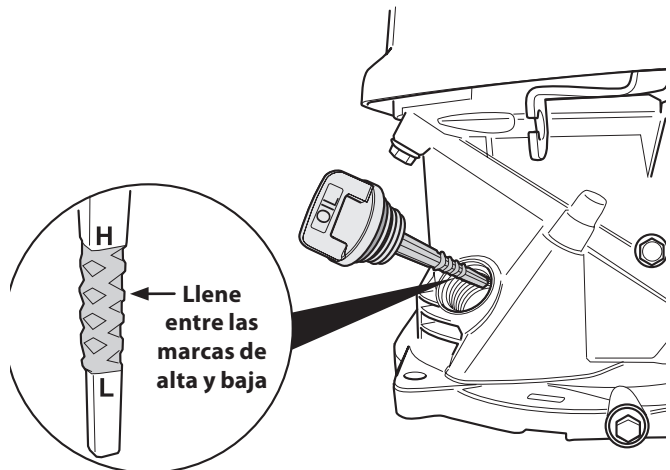

Figura 3-2
1. Retire el tapón de llenado de aceite/la varilla de medición y limpie la varilla de medición de aceite. Vea la Figura 3-2.
3. Retire la varilla. Si el nivel es bajo, agregue lentamente aceite hasta que el nivel registrado esté en un punto intermedio entre alto y bajo. Vea el recuadro de la Figura 3-2.